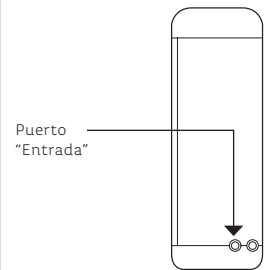

Figura 10.
6. Ubica el puerto "Entrada" de agua detrás del Purificador. Específicamente el que se encuentra del lado izquierdo (ver Figura 10).